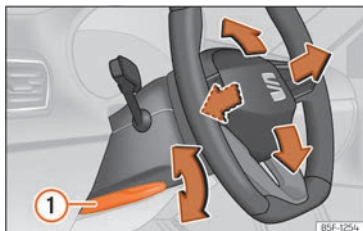

Abb. 65 Hebel auf der linken unteren Seite der Lenksäule.
• Hebel >>> **(Abb. 65) ①** nach unten schwenken, Lenkrad in die gewünschte Position bringen und Hebel wieder bis zum Schließpunkt nach oben drücken.
• Den Hebel >>> **(Abb. 65) ①** nach dem Einstellen immer fest nach oben schwenken, damit das Lenkrad während der Fahrt nicht unbeabsichtigt seine Position verändert.